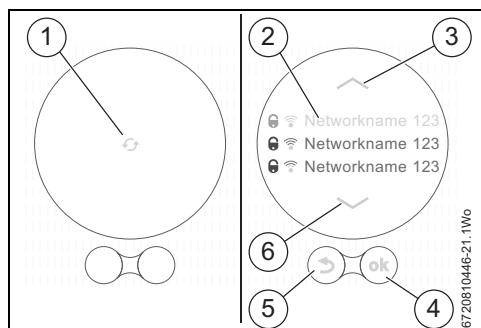

Fig. 9 Selectarea rețelei Wi-Fi
- ▶ Apăsăți tasta „înapoi” (→ fig. 9, [5]) pentru a seta termostatul la modul offline. Acum temperatura poate fi doar setată manual pe ecran.
- ▶ Apăsăți tasta (→ fig. 9, [4]) pentru a căuta din nou.